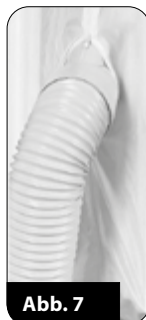

Abb. 7
- ▶ aus dem Montagesatz (19) nehmen und bereiten Sie einen Streifen mit Klebeband und Klettverschluss vor
- ▶ lehnen Sie das Fenster an und befestigen Sie mit den Klettverschlüssen den weißen Stoff aus dem Satz (19) an den geklebten Streifen
- ▶ mit den Blitzverschlüssen im weißen Stoff passen Sie den entsprechenden Spalt an, durch den stecken Sie das Rohrende (15) mit dem Verbinders (Abb. 7).